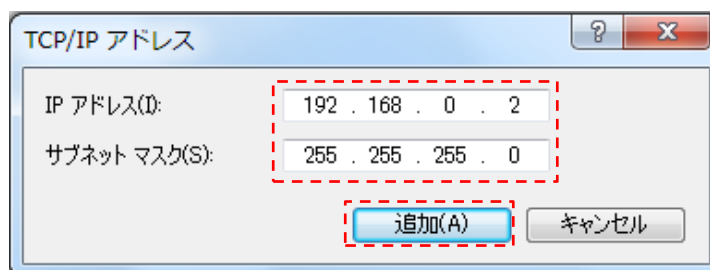

図 3-9 TCP/IP アドレス追加画面
手順⑥: TCP/IP アドレス追加画面 (図 3-9) より、「IP アドレス (I)」と「サブネットマスク (S)」を入力します。設定の際、ご使用のネットワーク環境によって設定値が異なります。
- 装置をネットワーク上にてご使用になる場合、「IP アドレス (I)」、「サブネットマスク (S)」の設定値は、ネットワークの管理者にご相談ください。